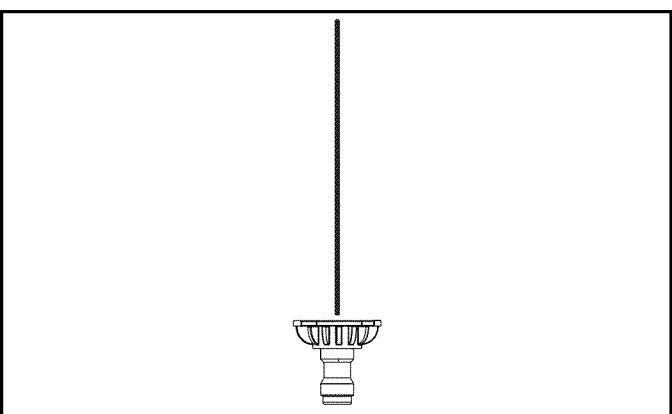

Figure 4-20. Buse de soufflage (rouge)
3. Afin de faire disparaître les taches tenaces sur le béton ou les surfaces maçonneries, utilisez la buse de soufflage rouge sur la surface tachée (Figure 4-20).